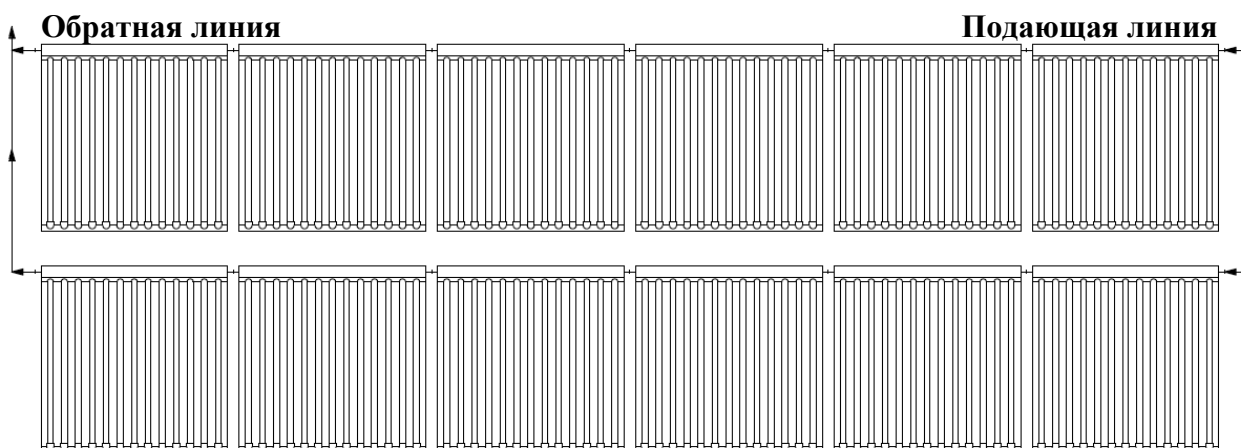

Рисунок 2
3.3. Для увеличения мощности гелиоустановки, существует возможность создания поля коллекторов (до 6-ти последовательно соединенных коллекторов MVK 001). Если требуется создание поля коллекторов с большим количеством панелей, можно соединять поля по параллельной схеме (рисунок 2).